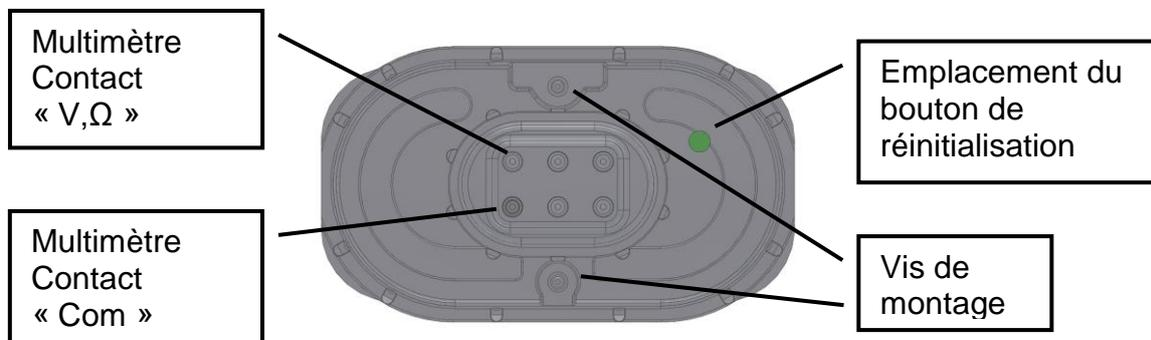
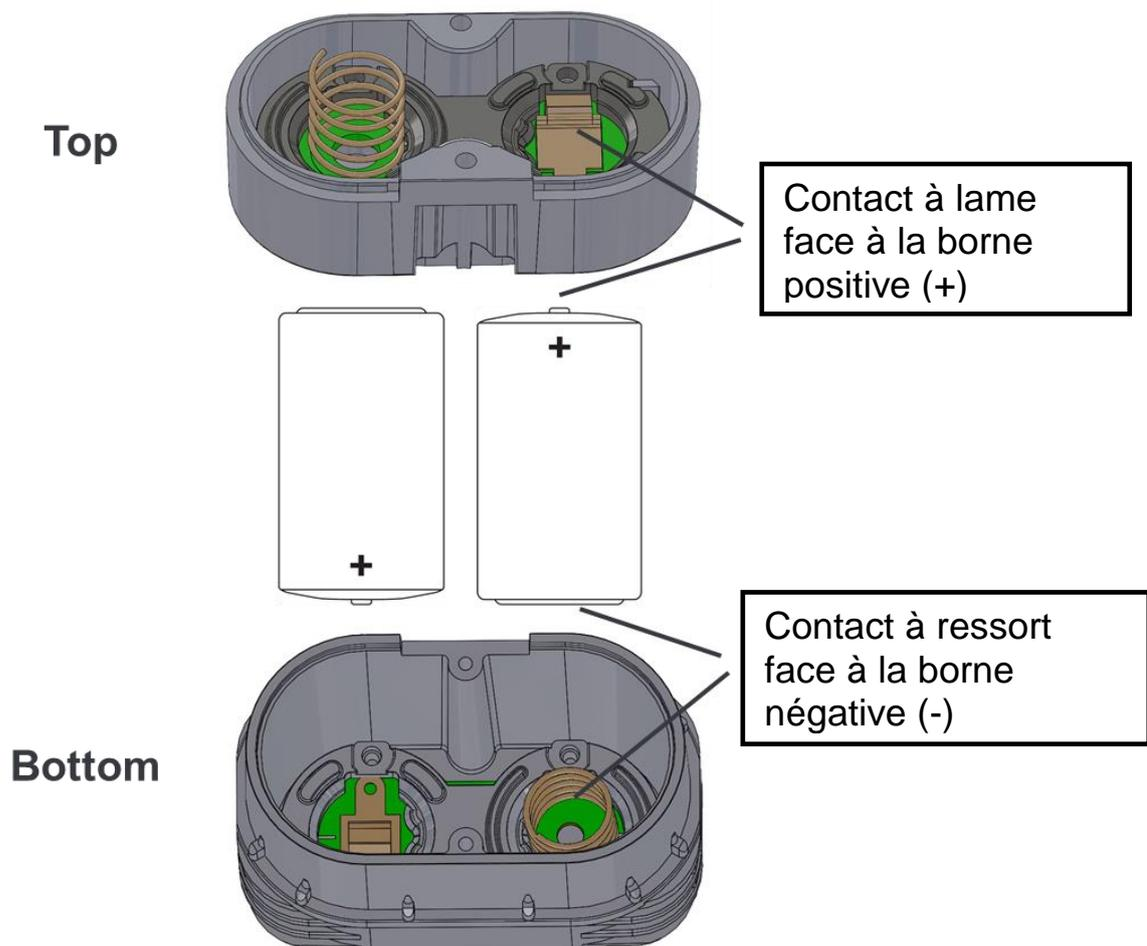

Figure 5-2 : Bloc batteries vu de dessous. Connexion correcte du multimètre.
Figure 5-3 : Haut et bas du bloc batteries
- Desserrez les deux vis de montage du bloc batteries (Torx T10), cf. Figure 5-2. N'oubliez pas que la pression du ressort est forte, tenez donc fermement le bloc tout en le dévissant.
- Placez les deux piles dans le bloc batteries, le contact de la lame face à la borne positive (+) et le contact du ressort face à la borne négative (-), cf. figure 5-3.
- Appuyez sur le bouton situé sur le bloc, cf. Figure 5-2 (le bouton est situé derrière un trou au niveau du bloc et est accessible avec la pointe d'un stylo). Il signalera au détecteur de gaz que des batteries neuves sont installées et réinitialisera le compteur de charge. Veuillez noter que seuls les détecteurs de gaz équipés du firmware 3.0 ou supérieur reconnaîtront cette opération. Veuillez contacter GasSecure si le détecteur contient une version firmware plus ancienne ou si vous ne savez pas de quel firmware il s'agit.
Mesurez la tension indiquée sur le bloc batteries en connectant un multimètre aux contacts, comme indiqué dans la Figure 5-2. La tension nominale est de +7,2 V. Les tensions inférieures à +7,0 et supérieures à +7,8 V ne sont pas autorisées. Vérifiez l'orientation des cellules de batterie, voir Figure 5-3, si la tension mesurée est hors de la plage autorisée.